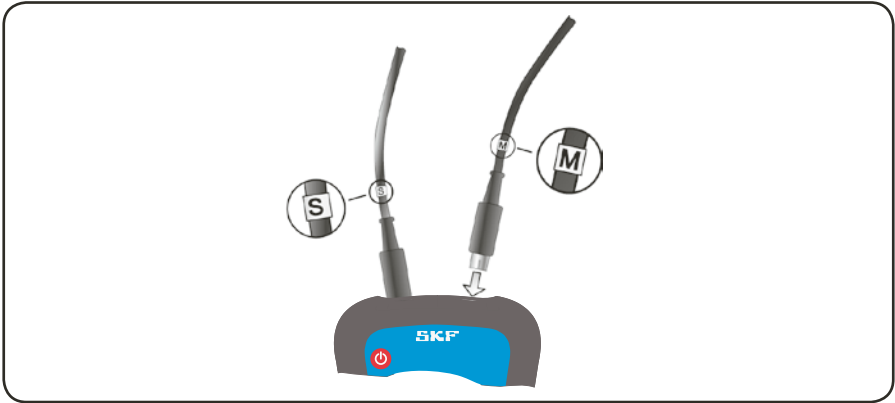

Abb. 9. Anschluss der Messeinheiten
b) Schließen Sie die Messeinheiten an die Bedien- und Anzeigeeinheit an. Achten Sie darauf, dass die Markierung der Kabel mit der Markierung der Anschlussstelle an der Bedien- und Anzeigeeinheit übereinstimmt (Abb. 9).